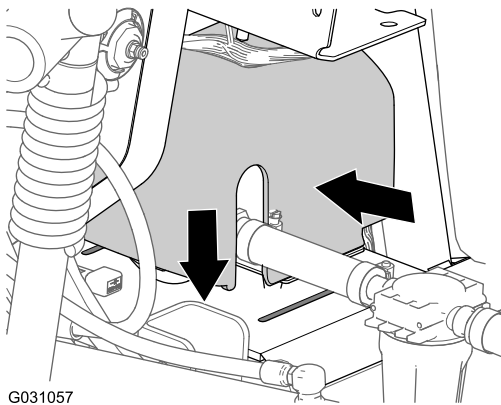

Figura 122
3. Premete insieme i lati della copertura della pompa di lavaggio e allineate le alette della copertura con la piastra a sella (Figura 122).
4. Inserite le alette nelle scanalature e rilasciate i lati della copertura (Figura 122).